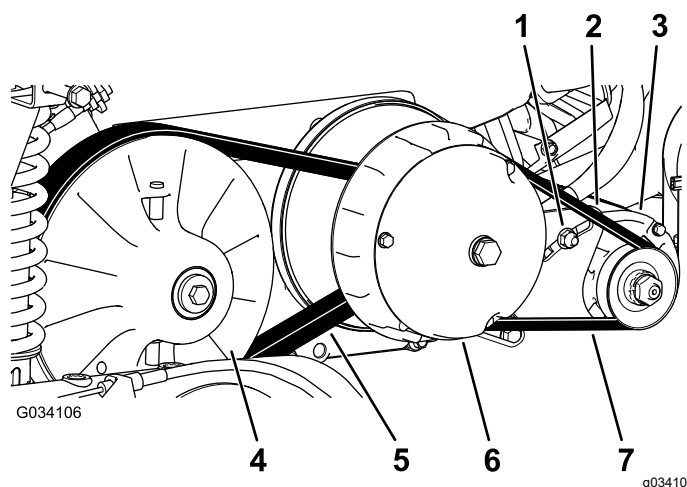

Figura 68
6. Haga girar la correa e inspecciónela (Figura 68) para asegurarse de que no está excesivamente desgastada o dañada.
3. Haga girar la correa y llévela sobre el embrague secundario (Figura 68).
4. Retire la correa del embrague primario (Figura 68).
5. Coloque la correa nueva sobre el embrague primario (**Figura 68**).
6. Haga girar la correa y llévela sobre el embrague secundario (**Figura 68**).
2. Afloje la tuerca del pivote del generador de arranque (Figura 68).
4. Aplique presión descendente sobre la palanca para hacer girar el motor de arranque hacia abajo en la ranura, hasta que la tensión de la correa sólo permita una desviación de 6 mm ($\frac{1}{4}$ ") con una fuerza de 44 N·m (10 pies-libra) (Figura 68).
5. Apriete la tuerca del pivote a mano y retire la palanca (Figura 68).